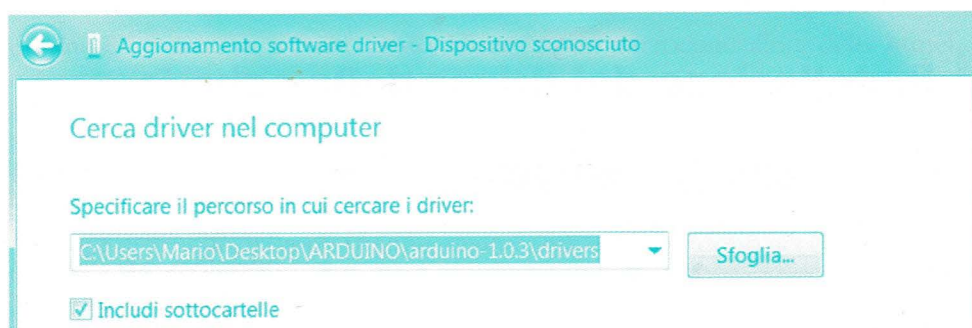

figura 1.4
5. si apre la finestra AGGIORNAMENTO SOFTWARE DRIVER - DISPOSITIVO SCONOSCIUTO. Si scelga CERCA IL SOFTWARE DEL DRIVER NEL COMPUTER e, quindi, nella nuova finestra cercare con SFOGLIA il percorso in cui si trova la cartella ARDUINO-1.0.3\DRIVERS (figura 1.4) e quindi premere il pulsante Avanti;